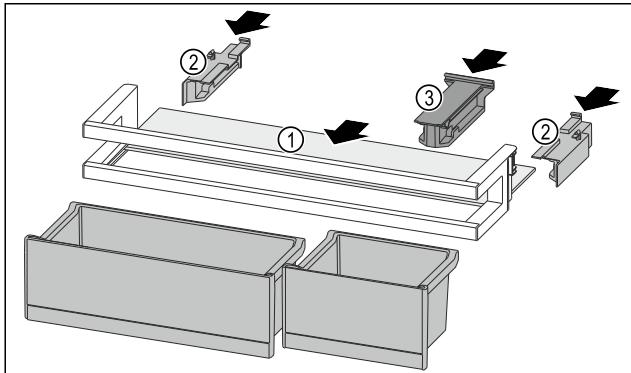

Fig. 120
- Împingeți în interior raftul Fig. 120 (1) în degajările laterale.
- Introduceți piesele laterale Fig. 120 (2).
- Introduceți piesa de susținere Fig. 120 (3).